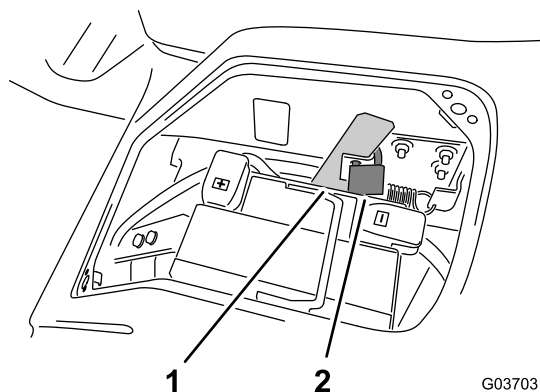

Figura 2
2. Se montato, rimuovete il lucchetto che fissa la maniglia del fermo della piattaforma (Figura 2).